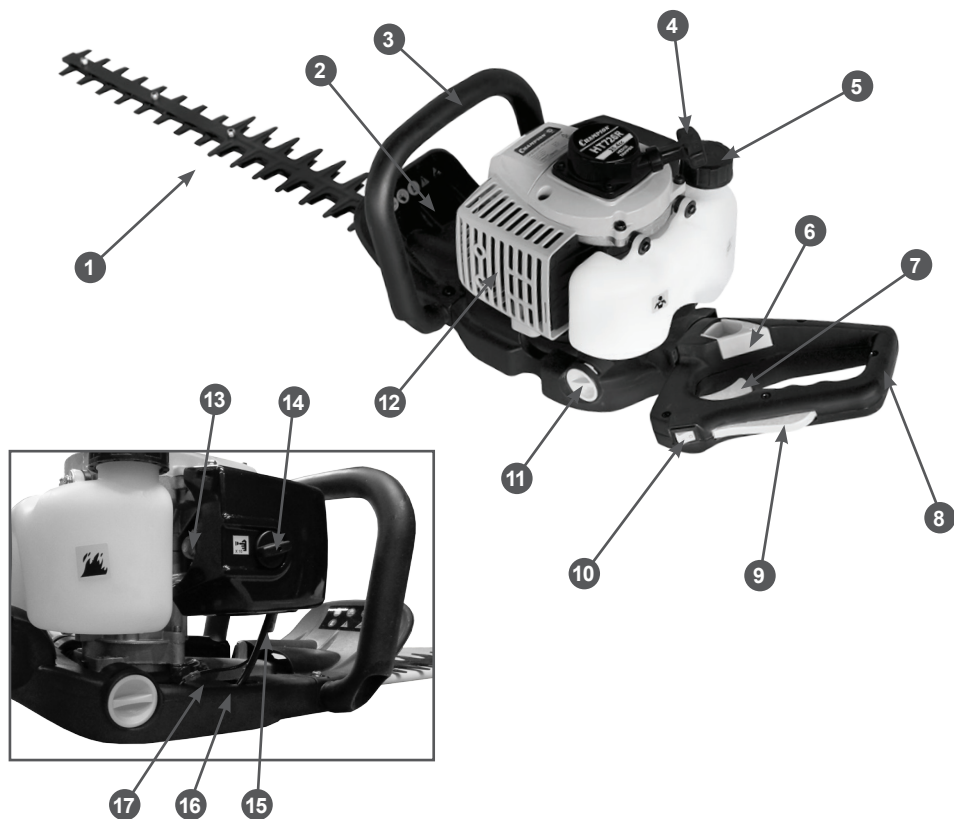

Рис. 1 Основные узлы и органы управления
Основные узлы и органы управления представлены на Рис.1.
- Установите выключатель зажигания 10 (Рис. 1) в положение «I» (включено).